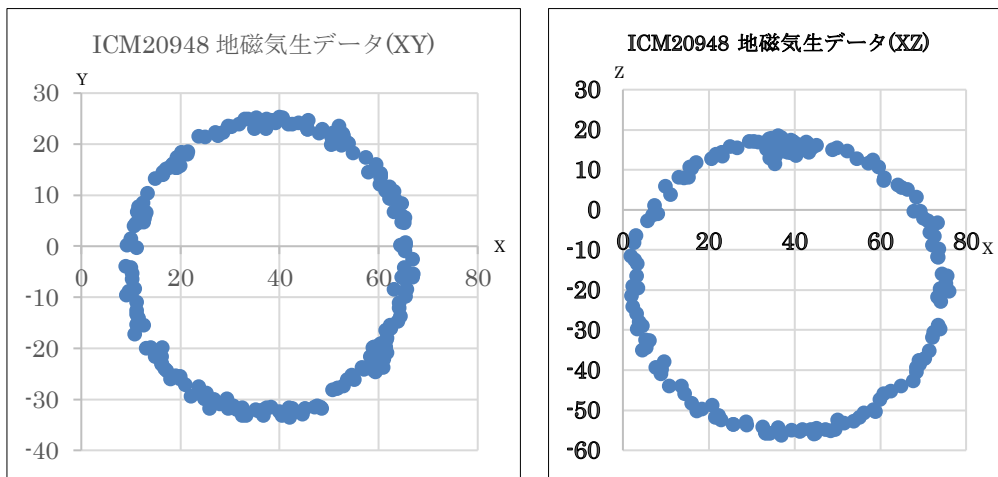

図 6-1 バイアス補正前地磁気データ表示例
- 1.3 図 6-1 の青の円の中心が(0, 0)になるように X/Y/Z のオフセットを求める